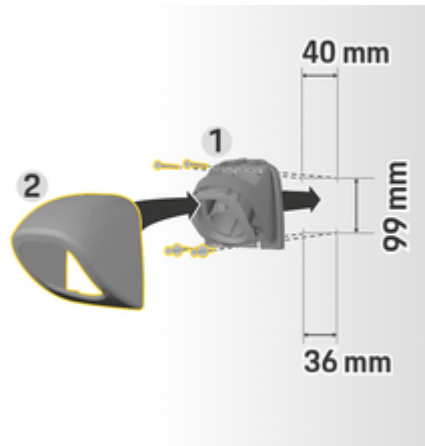

Fig. 8: Medidas de taladrado
1. Retire el soporte de enchufe **1** (Fig. 8) de la cubierta **2** (Fig. 8).
4. Atornille el soporte de enchufe **1** (Fig. 8) a la pared.
5. Coloque la cubierta **2** (Fig. 8) desde abajo sobre el soporte de enchufe **1** (Fig. 8) y presionar hacia arriba.